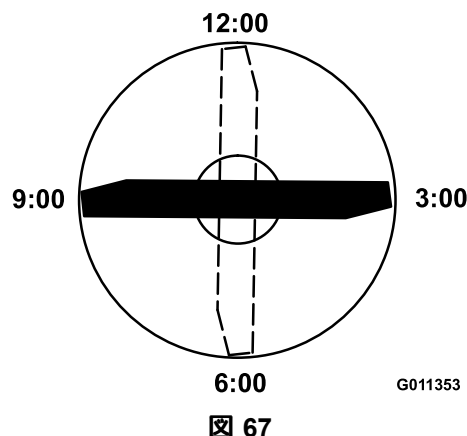

図 67
3. ブレードの印の付いているほうの端部を12時の位置車両進行方向に向け、作業台の表面からブレードの切っ先までの高さを測定する 図 67。
4. 印の付いている端部を3時の位置と9時の位置に向けてそれぞれ高さを測定する 図 67。